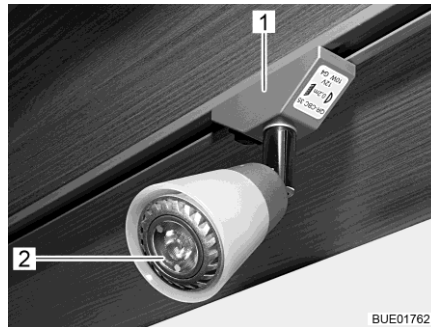

Fig. 300 Faretto (mobile)
- Ruotare il faretto (Fig. 300,1) di 90° e toglierlo dalla rotaia.
- Estrarre i LED (Fig. 300,2) con una ventosa.